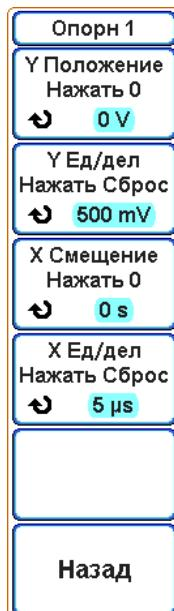

Рисунок 6.17 – Экранные меню «Опорн 1»
- нажать экранную кнопку «Масштаб». При этом откроется подменю «ОпорнN», где N – номер файла опорного сигнала (рисунок 6.17);